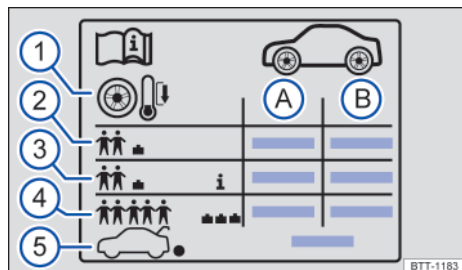

Fig. 179 Etiqueta con las presiones de los neumáticos
Indicaciones en la etiqueta de presión de los neumáticos → fig. 179:
- Adecuar la presión de los neumáticos según la carga del vehículo → fig. 179 (3).